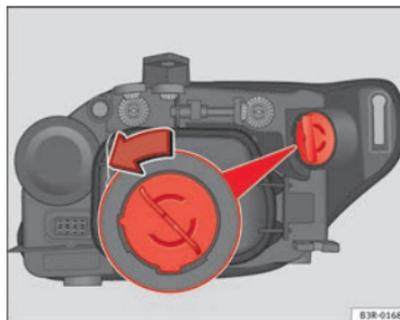

Fig. 194 Lámpara luz intermitente
- Gire el portalámparas en el sentido contrario a las agujas del reloj asíéndolo por el empuñadura → fig. 194 y extraiga el portalámparas y la lámpara.